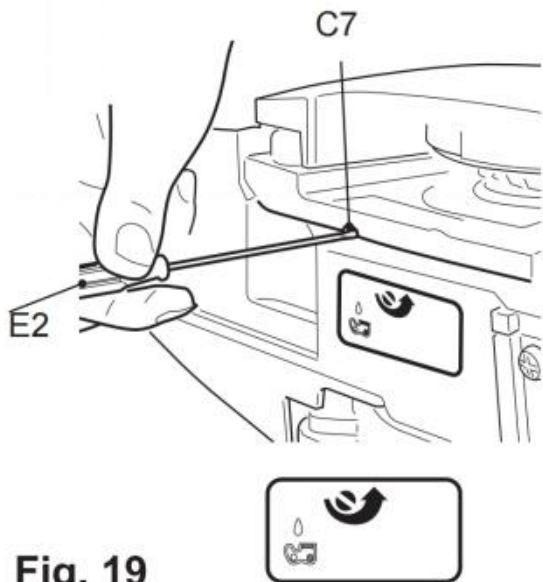

Fig. 19
4) Vrid justerskruven (C7) på smörjanordningen på produktens botten för att justera kedjans oljeflöde med multiverktyget (E2) (Fig. 19).